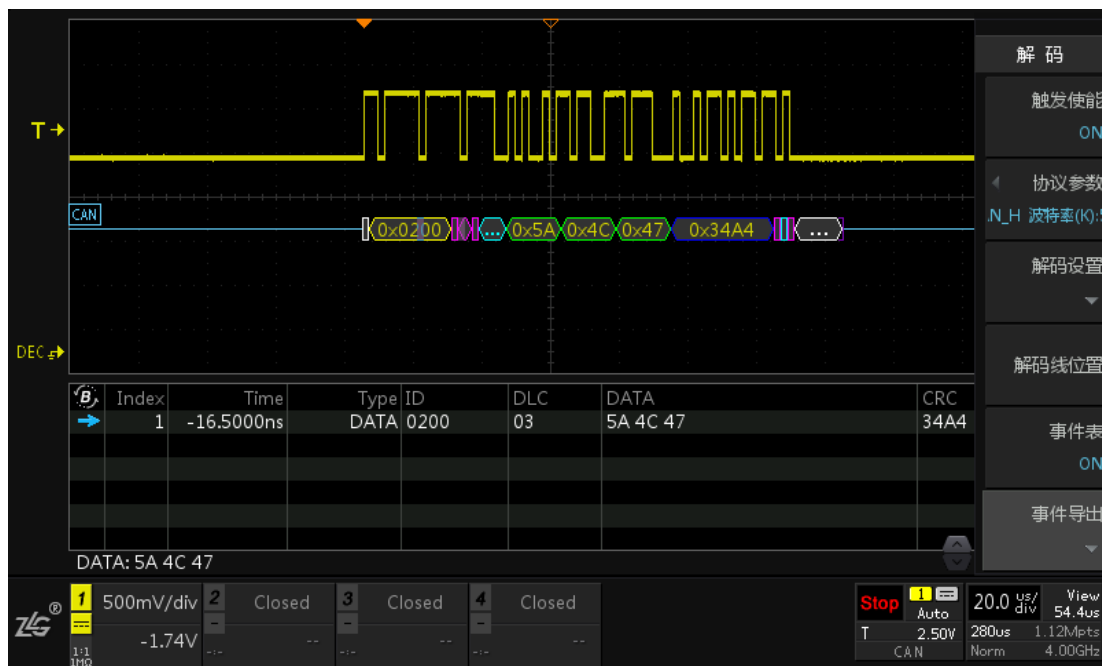

图 15.9 打开事件表
- 7、点击【返回】，选择【事件表】为“ON”即为打开事件表，如图 15.9 所示，打开事件表，可通过旋转旋钮 B 对所有解码事件进行查看，在停止状态下，短按旋钮 B 可使解码事件准确定位在屏幕中央，在停止状态下可点击【事件导出】，具体可参考 22.4 报表生成。